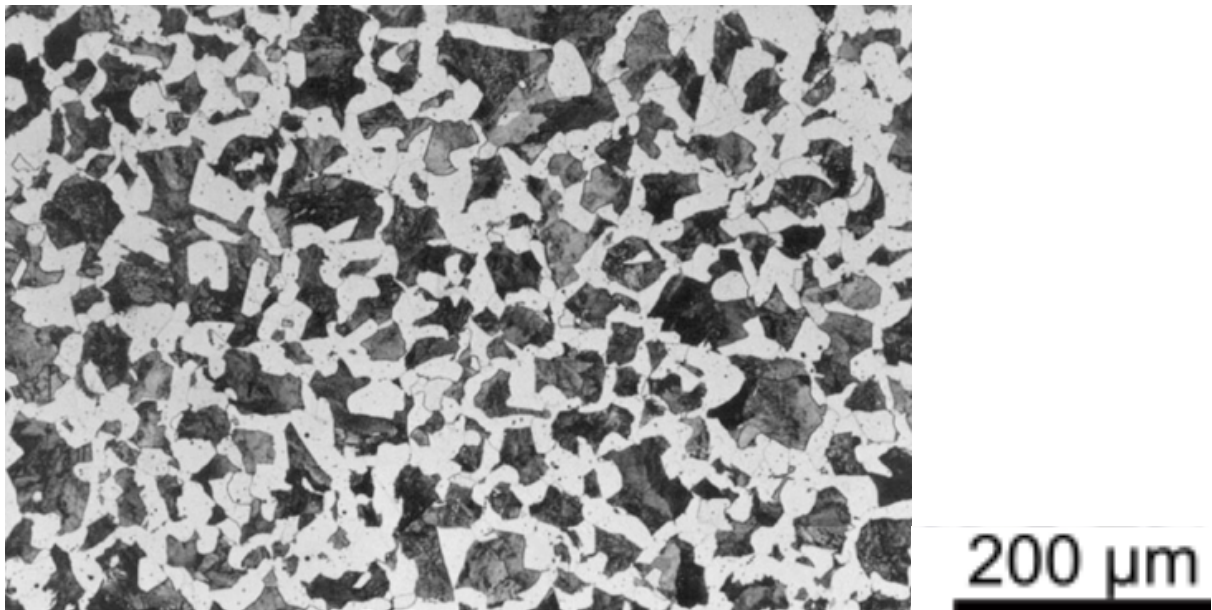

Fig. 10 : Micrographie optique d'un acier au carbone refroidi lentement (après attaque chimique de la surface)
c) – La micrographie en Fig. 10 ci-dessous est celle d'un acier au carbone Fe-x%C sans autre ajout significatif d'éléments d'alliage (donnée en cours en Diapo 25 du Chapitre 4). Quelles sont les phases présentes dans cette structure ?